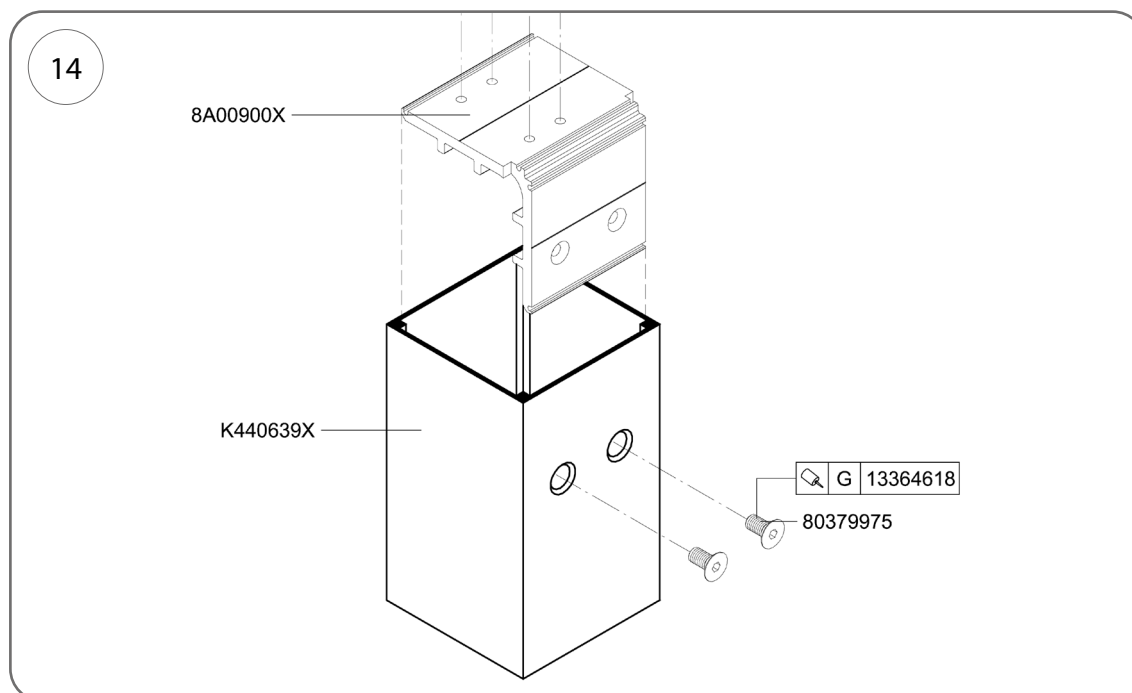

Fig. 14
1. Atașați conectorul coloanei, nr. cat. 8A00900X, așa cum se arată în Fig. 14.